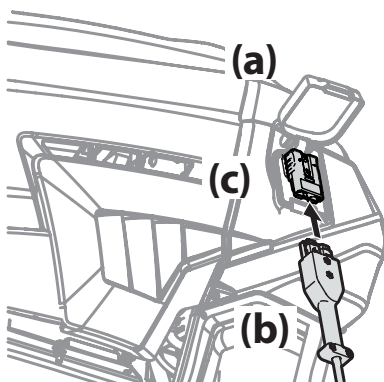
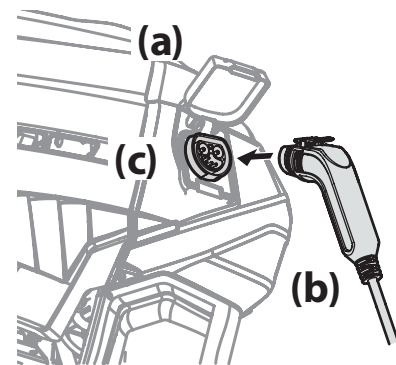

Figure 13
Figure 14
- Relevez le couvercle de la prise de recharge (a). Voir Figure 13 pour le style 1 et la Figure 14 pour le style 2.
- Branchez le cordon de recharge (b) du chargeur dans la prise (c). Voir la Figure 13 pour le style 1 et la Figure 14 pour le style 2.